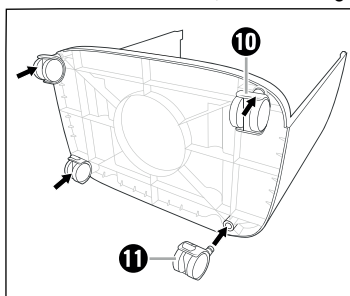

Fig. 1
- ◆ Monte las ruedas **10** en la parte delantera y las ruedas con palanca de freno **11** en la parte trasera de la base del aparato **15**. Presione las ruedas para insertarlas en los orificios de la base del aparato **15** hasta que encastren audiblemente (consulte la fig. 1).